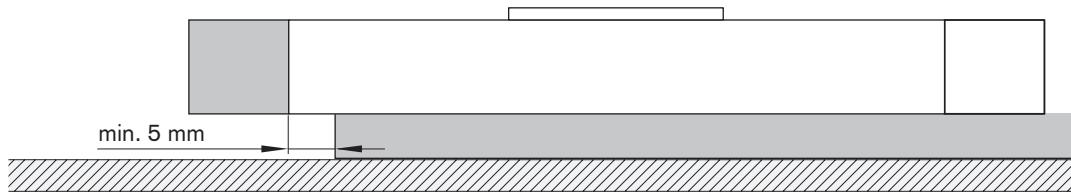

Fig. 6: Mindestabstand zu Endplatten / maximal zulässige Durchbiegung
- Beim Befestigen am Hauptkörper Mindestabstand zu den Endplatten von 5 mm einhalten ➡ Fig.6.